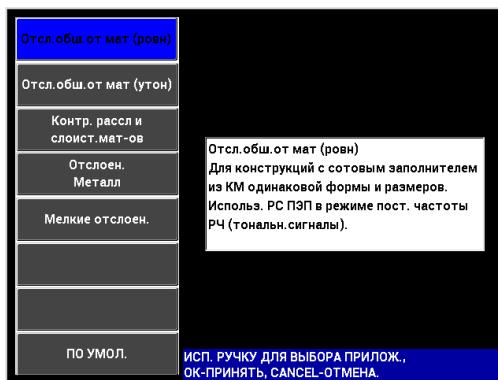

Рис. 6-2 Приложение для выявления отслоений в КМ с сотовым наполнителем (плоск.объекты)
3. Выберите приложение **Отслоен. общ. от мат (плоск.)**, затем нажмите ✓ (см. Рис. 6-2 на стр. 128).